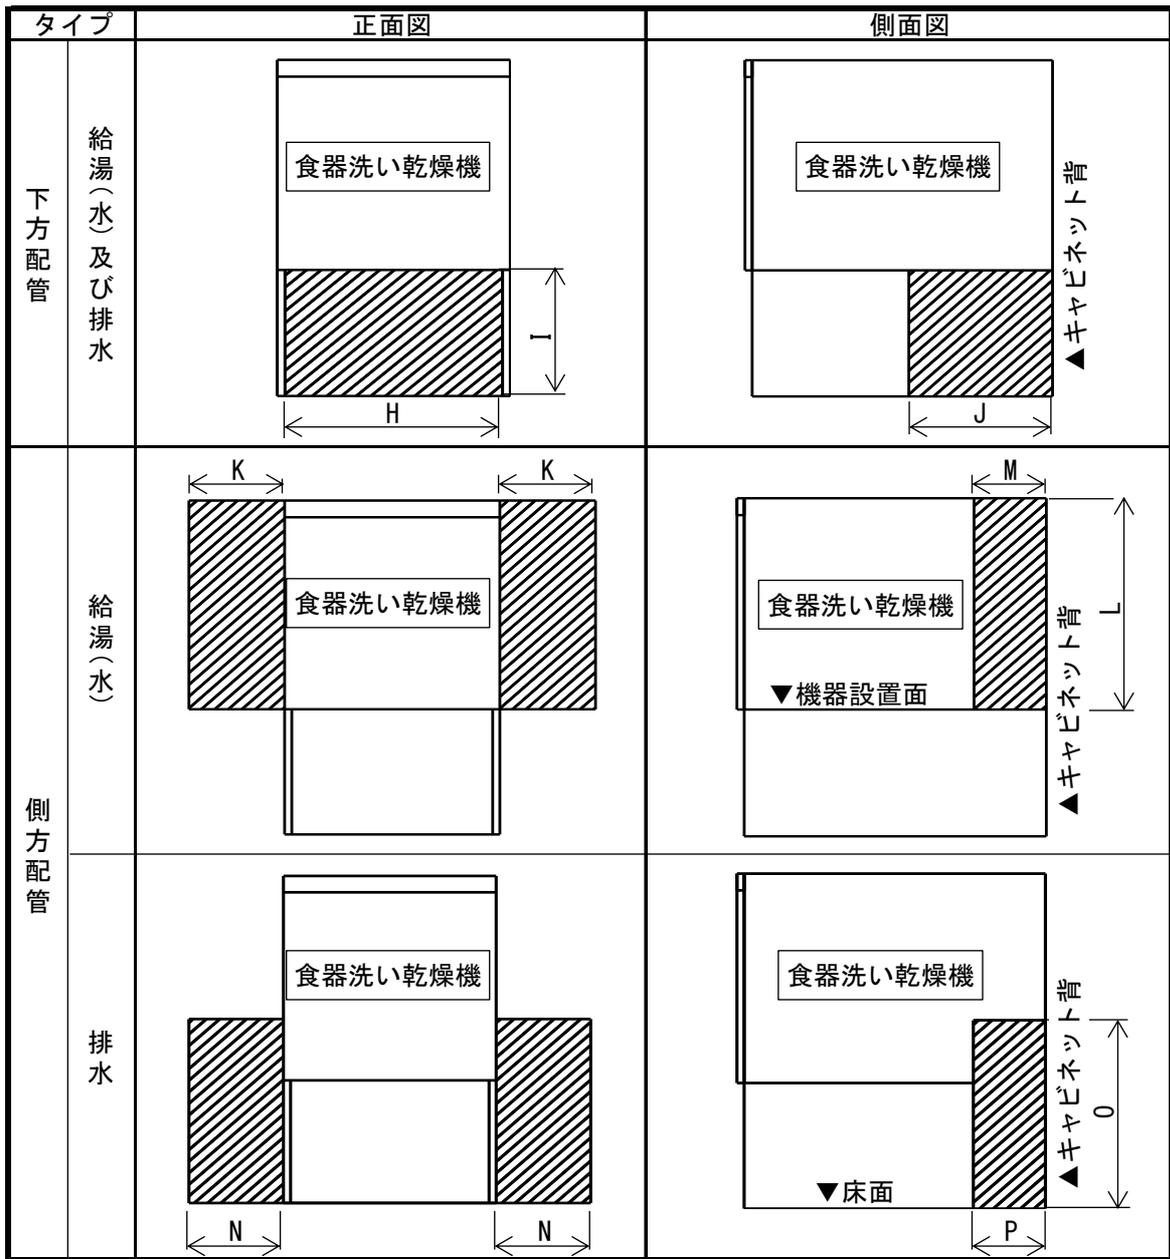

図3 - 食器洗い乾燥機(ビルトイン)配管取り回し・接続可能範囲
- ・食器洗い乾燥機(ビルトイン)配管取り回し・接続可能範囲を図3に、標準寸法を表3に示す。